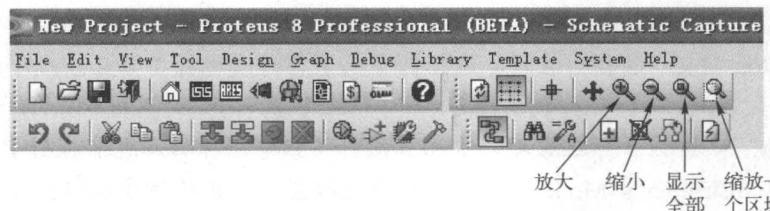

图 1-12 工具栏缩放工具
- ① 使用鼠标滚轮缩放原理图（向前滚动滚轮，将放大原理图；向后滚动滚轮，将缩小原理图）。
- ② 使用功能键缩放原理图（将鼠标指向想要进行缩放的部分，并按下放大功能键 F6/缩小功能键 F7，编辑窗口将以鼠标指针的位置为中心重新显示）。
- ③ 按住 Shift 键，用鼠标左键将期望放大的部分选中，此时选中的部分将会被放大。（鼠标可在编辑窗口操作，也可在预览窗口操作。）
- ④ 使用工具栏 Zoom In (放大)、Zoom Out (缩小)、Zoom All (显示全部) 或 Zoom Area (缩放一个区域) 图标缩放编辑窗口，如图 1-12 所示。